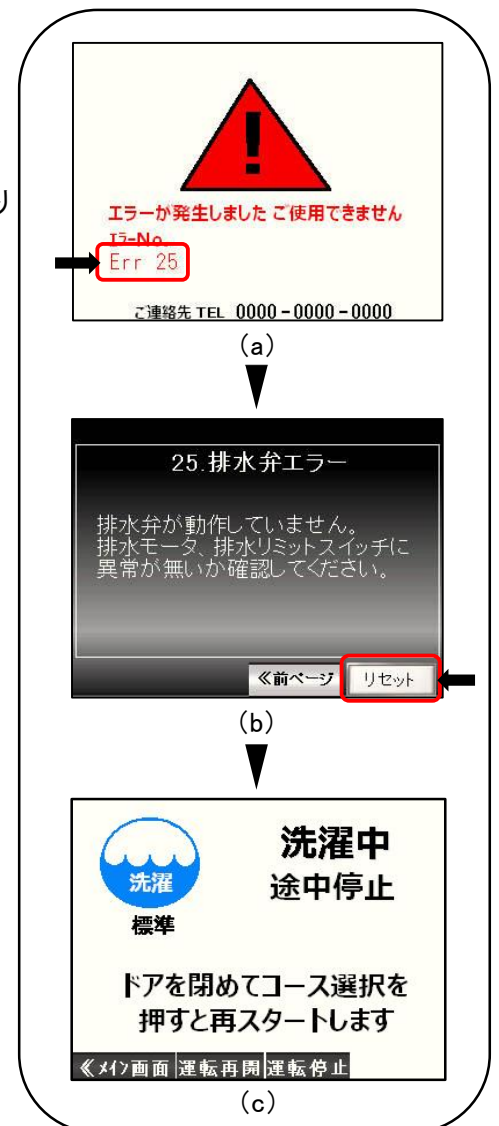

図9-1
- ・ エラーが発生すると、画面にエラー番号が表示されます。[図9-1(a)]
- ・ エラー番号を押すとエラー内容が表示されます。[図9-1(b)]
- ・ エラーが解除されると途中停止動作の状態になり、途中停止画面に切り替わります。[図9-1(c)]